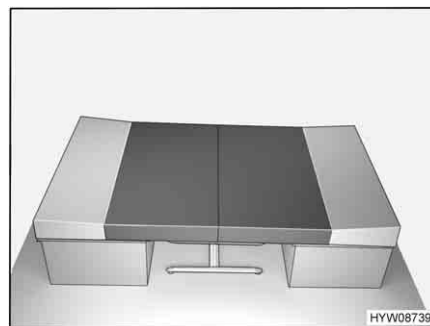

Fig. 55 Dopo la trasformazione
- Sistemare il cuscino del sedile e dello schienale come illustrato nella Fig. 55.